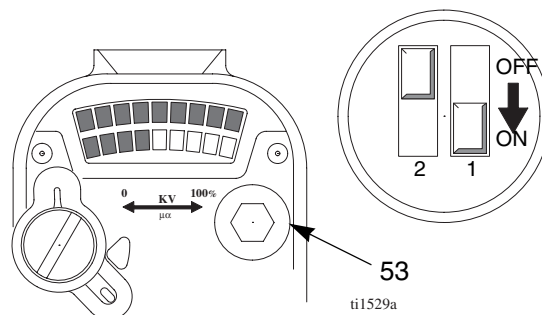

Fig. 5. Sélecteur de réglage basse tension
2. Enlever le bouchon de réglage BASSE TENSION (53). Choisir la tension désirée à l'aide d'un petit tournevis pour mettre les électeurs 1 et 2 sur MARCHE ou ARRÊT, selon le tableau 3 . Voir aussi la Fig. 5.